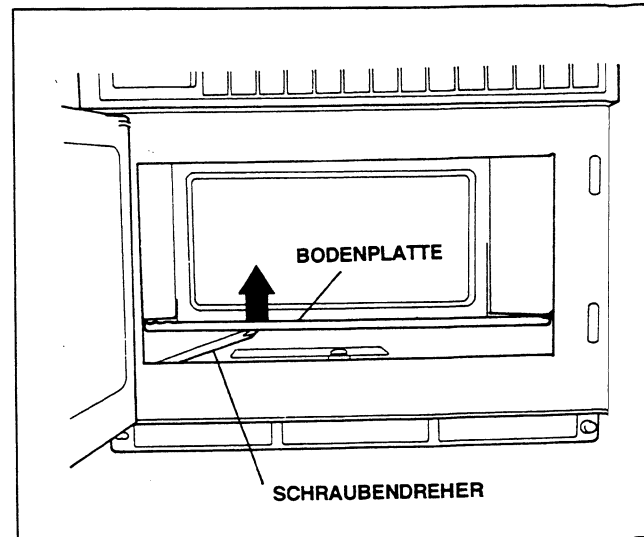

Abb. 16
- (A) Um die Bodenplatte herauszunehmen, stecken Sie einen Schraubendreher durch die kleine Öffnung an der linken Seite des Garraumes und hebeln Sie die Bodenplatte vorsichtig heraus (Abb. 16).